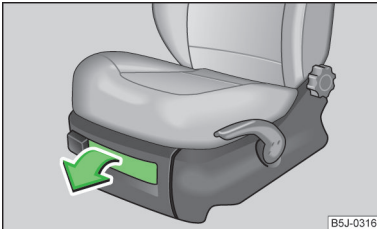

Abb. 73
- Zum Öffnen der Klappe den Griff ziehen » Abb. 73.